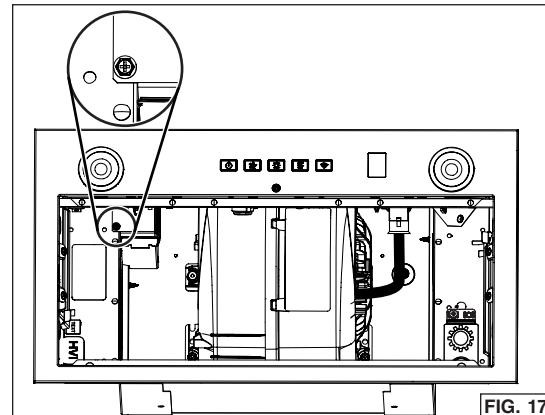

FIG. 17
5. Retirer et se défaire de la vis encerclée dans la FIG. 17.